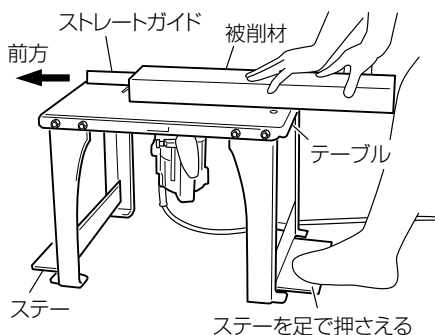
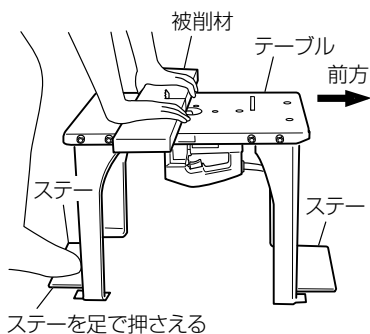

図 50
図 52
- 作業するときは、必ず図 50 や図 52 のようにステーのある側に立ってステーを足でおさえて作業してください。
- (1) ルータ (M 12V2、M 12SA2、M 12BA、M 12、M 12VE、M 12SE、M 8V2、M 8SA2、M 8、TR-8、TR-12)、トリマ (M 6SB、M 6、TR-6A) の場合
スイッチを入れ、被削材をテーブル上に両手で確実に押さえながら、ストレーガイドに当て、静かに前方へ押し進めます。(図 50)
切断するときには被削材をテーブル上に両手で確実に押さえながら、墨線に沿って被削材を前方に押し進めます。(図 52)